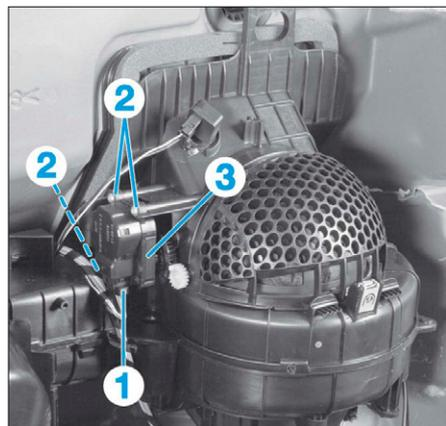

FIG. 34
- Débrancher le connecteur (1) (Fig.34).
- Déposer les vis de fixation (2) puis le moteur (3).